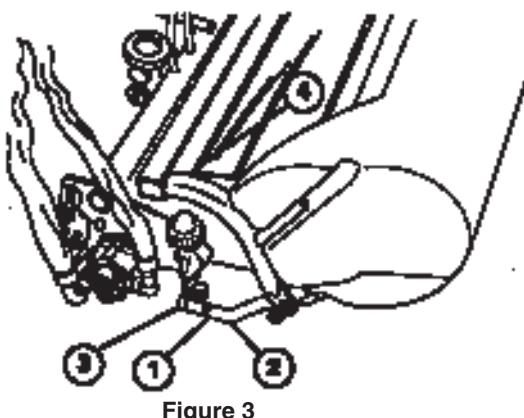

Figure 3
6. Montez les paniers sur les bâts de traction, desserrez les contre-écrous des bras de traction et réglez les rotules pour obtenir un espace de 6 à 11 mm entre le bord du panier et les lames du cylindre (Fig. 3).
7. Alignez les boîtes des rotules de sorte que le côté ouvert soit centré vers la sphère. Serrez les contre-écrous pour fixer les boîtes en position (Fig. 3).